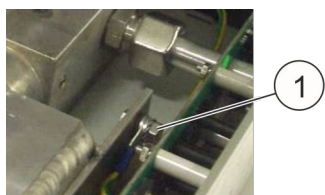

Fig. 85: Tornillo de puesta a tierra
- 10.** ▶ Extraer el tornillo de puesta a tierra (Fig. 85/1) del depósito.